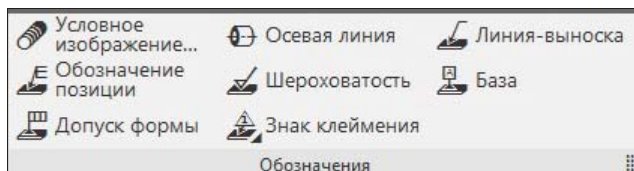

Рис. 25.11. Панель инструментов Обозначения
- ◆ Панель инструментов **Обозначения** (рис. 25.11) — содержит команды для простановки обозначений в сборке;